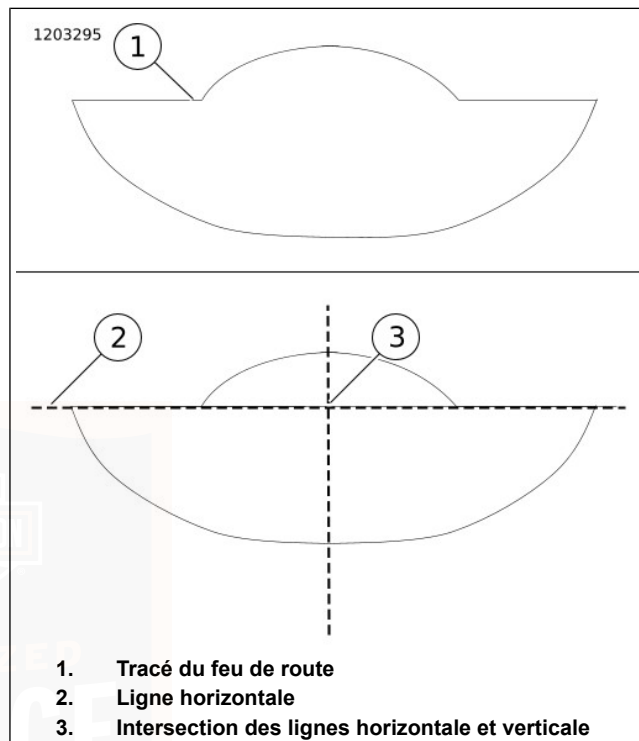

Figure 75. Alignement du faisceau de feu de route
2. Voir Figure 75. Avec le véhicule chargé et à la verticale, orienter la roue avant tout droit vers le mur.
3. Allumer le **feu de route**. Aligner le centre du **feu de route** de telle sorte que le tracé du faisceau du feu soit symétrique du côté gauche et du côté droit de la ligne verticale (3).